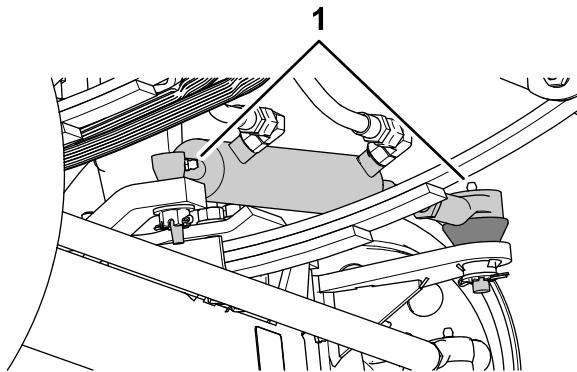
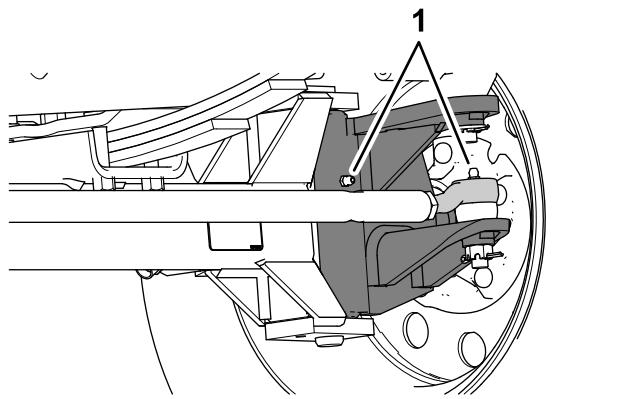

Figure 71
Figure 72
- Essuyez les graisseurs (Figure 71 et Figure 72).
2. Injectez de la graisse dans les graisseurs (Figure 71 et Figure 72).
Remarque: Les emplacements des graisseurs sont illustrés à la Figure 71.